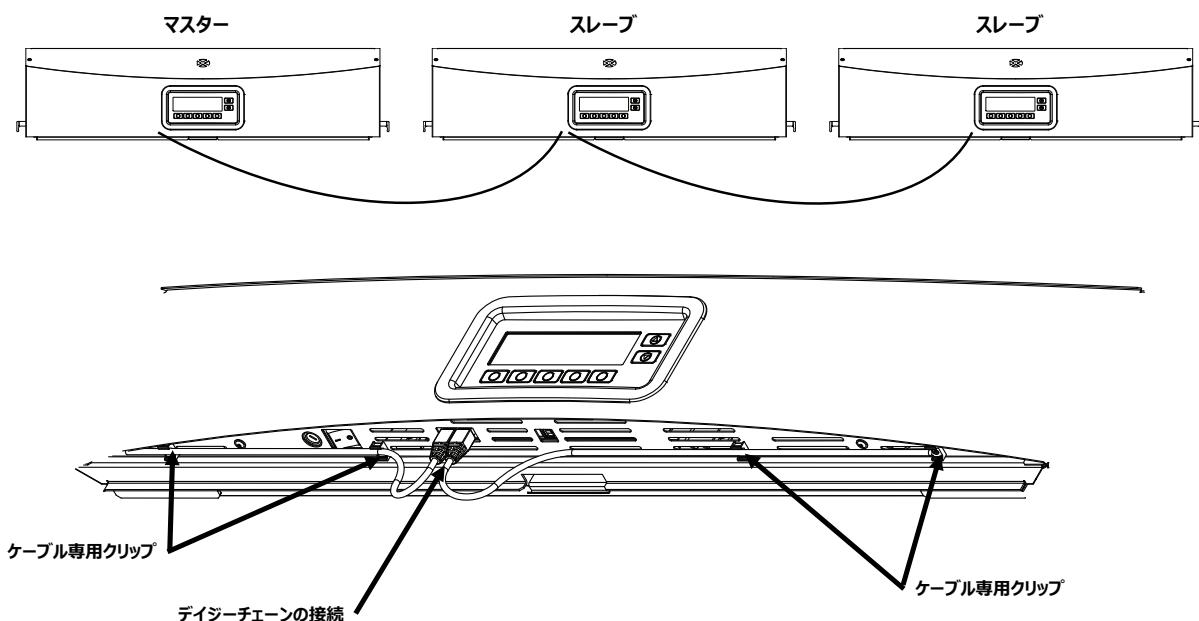

図 11：光源装置のデイジーチェーンを接続
9. 光源装置のデイジーチェーンケーブルを、前方の光源装置の間に接続します。専用クリップでケーブルを固定します。（図 11 参照）